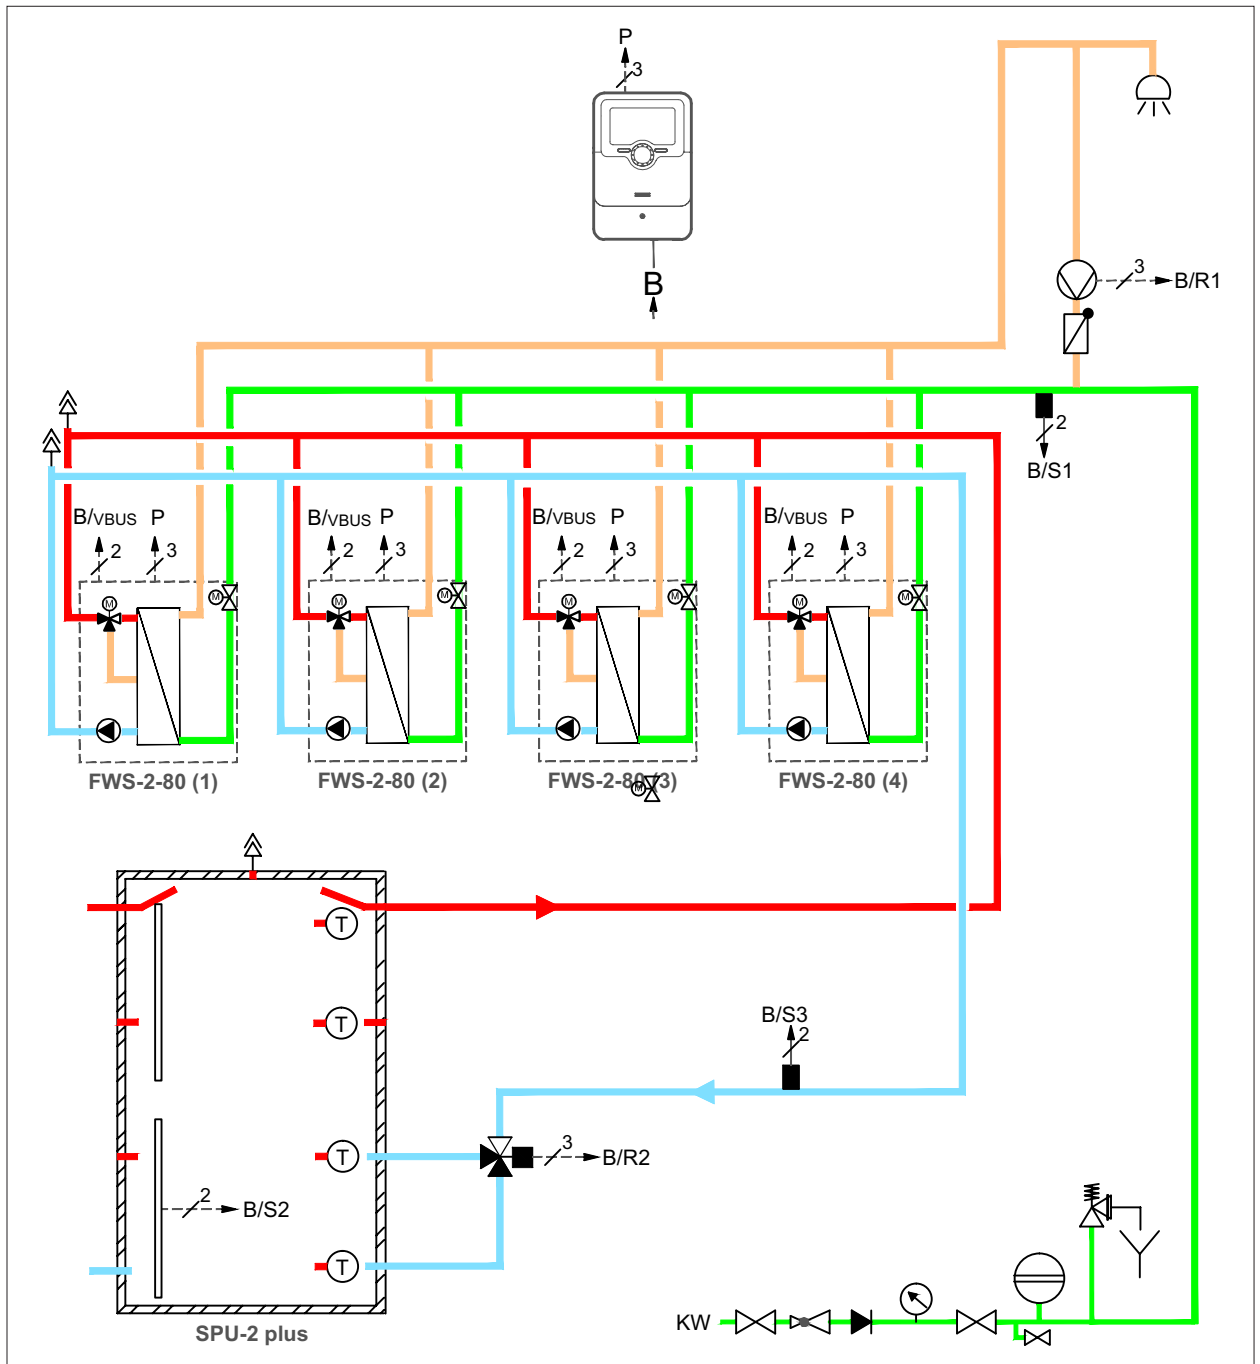

Abb. 6.2 Hydraulikschema
- ▶ Abb. 6.2 Hydraulikschema beachten.